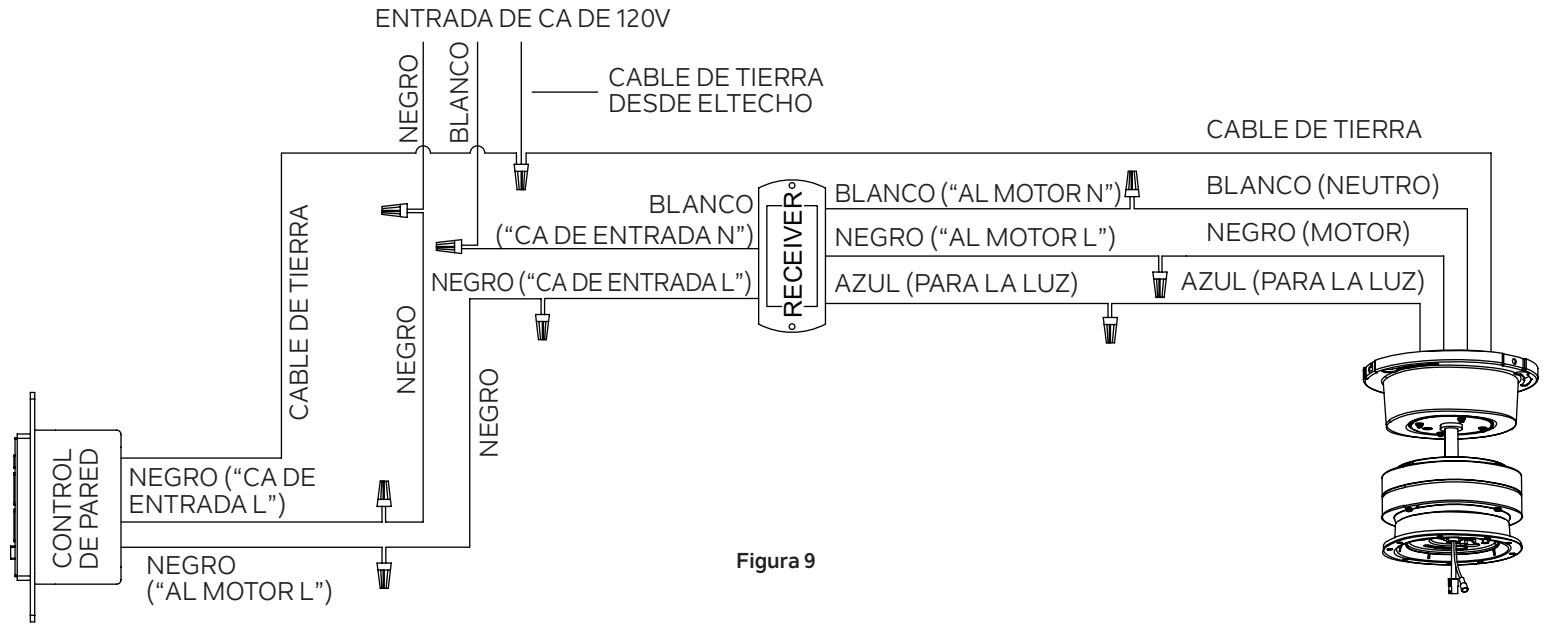

Figura 9
**Paso 5.** Fije todas las conexiones de cables con los conectores de cable de plástico provistos. (Figura 9)